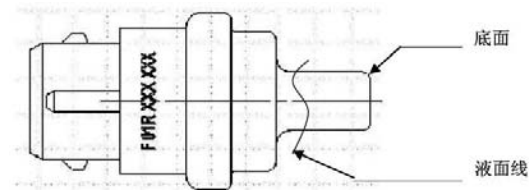

图3-10 液面位置示意图
(1) 在传感器的安装点应选择在冷却水流速较高、并能正确反应水温处，并确保液面超过图3-10所示底面至少10毫米，使传感器以较短的响应时间探测到准确的冷却水温